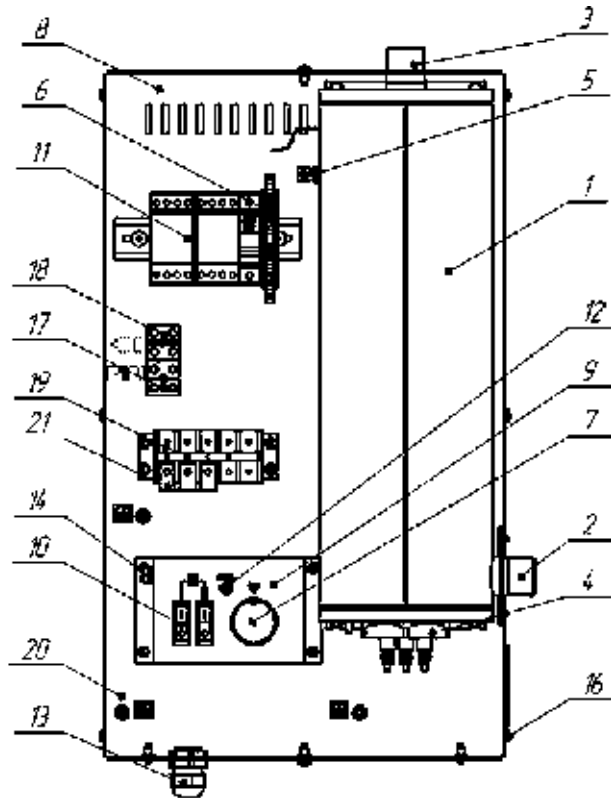

Рисунок 1
5.2 Конструктивно электрический котел КОС-ЭЭ (рисунок 1) представляет собой металлическую колбу 1 с вваренными входным 2 и выходным 3 патрубками, в которую установлен блок трубчатых электронагревателей 4. На колбу 1 устанавливается термовыключатель 5 и крепится термочувствительная колба регулятора температуры 7. На основании 8 крепится колба 1, кронштейн 9 (с установленными на нём выключателями режимов 10, предохранителем 14 (0,4 А) и регулятором температуры 7), контакторы 11 и колодки для подключения циркуляционного насоса (18) и комнатного (или уличного) терморегулятора (17). Подвод электроэнергии осуществляется через гермоввод 13 на клеммный блок 19. Кожух 15, закрывающий внутреннюю часть котла, условно не показан (снят). Перемычка 21 устанавливается при подключении котлов КОС-ЭЭ-3, КОС-ЭЭ-6, КОС-ЭЭ-9 на напряжение питающей электрической сети 220 В.
7.8 Поворотом вправо ручки регулятора температуры 7 (рисунок 1) выставляем температуру теплоносителя на выходе из котла. Нажатием одного или двух выключателей 10 устанавливаем нужную ступень нагрева.